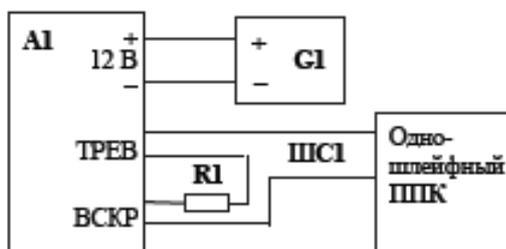

Рисунок 9. Схемы подключения извещателя "Шорох-2" для эксплуатации с объединенной передачей извещений "Тревога" и Вскрытие"
Подключение извещателей производить согласно одной из схем (рисунок 9,10), выбираемой в зависимости от количества используемых ШС для передачи извещений «Тревога» и «Вскрытие».
- двумя кабелями КСПВ 2×0,4, либо общим кабелем КСПВ 4×0,4 при использовании схемы подключения извещателя "Шорох-2" для эксплуатации с объединенной передачей извещений "Тревога" и Вскрытие" (рисунок 9).